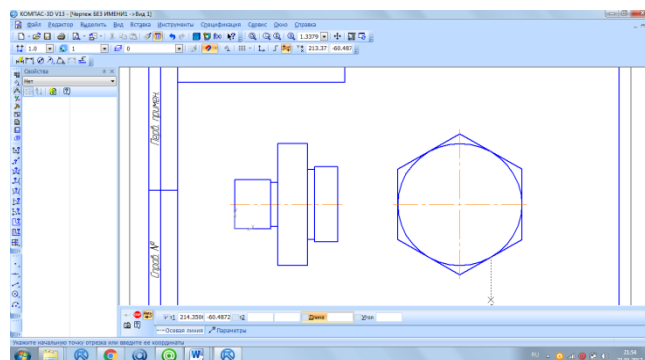

Рисунок 26- Построение шестиугольника
7. Командой *Многоугольник* инструментальной панели *Геометрия* начертим правильный шестиугольник. В строке параметров зададим *Количество вершин 6*, *Радиус 45 мм*. Нажмем кнопку *С осями* для построения осевых линий внутри шестиугольника и кнопку *По вписанной окружности*. Построить окружность, как показано на рисунке 26. Смотри рисунок 26.